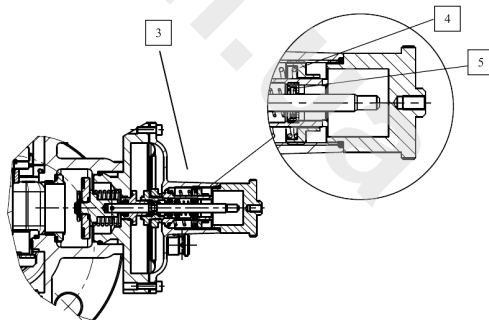

Рисунок 6. Настройка ПЗК
9.2.3.2 Настройка давления срабатывания ПЗК по превышению давления производится вращением гайки (4) (см. рис. 6). При вращении по часовой стрелке давление срабатывания увеличивается, а против – уменьшается. Настройка давления срабатывания ПЗК по снижению давления производится вращением гайки (5) (см. рис. 6). При вращении по часовой стрелке давление срабатывания увеличивается, а против – уменьшается